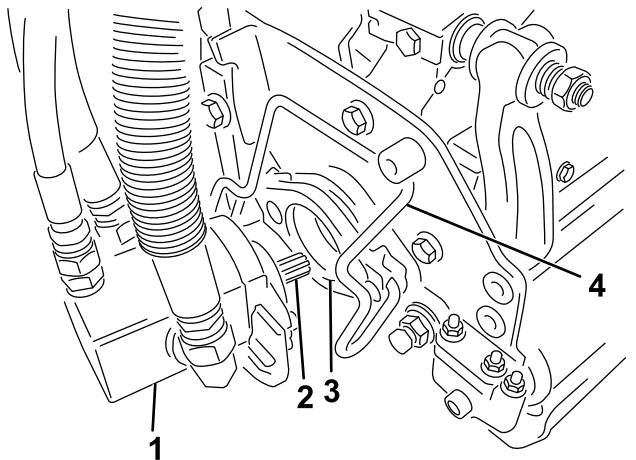

Figura 48
5. Spalmate del grasso pulito sull'albero scanalato del motore dell'apparato di taglio (Figura 48).
6. Inserite il motore nel lato sinistro dell'apparato di taglio (come mostrato dalla posizione dell'operatore) e tirate la barra di fissaggio del motore sull'apparato di taglio verso il motore stesso fino a udire chiaramente uno scatto da ambo i lati del motore (Figura 48).